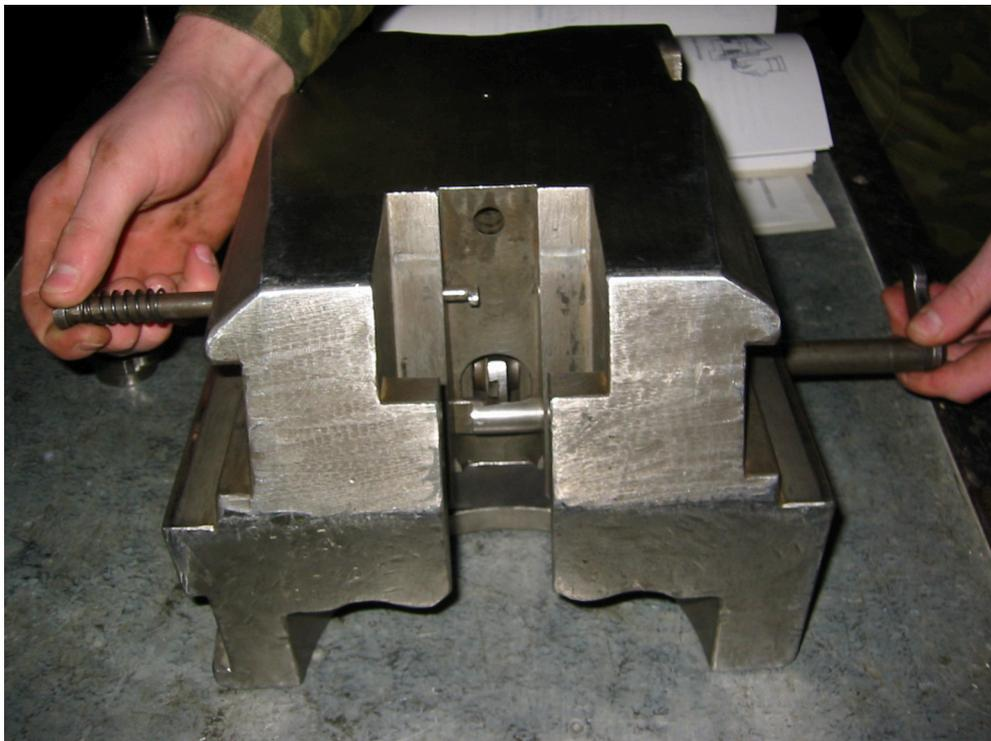

Рис. 4.2.6. Клин затвора
4. вынуть стопор взвода, пружину и кнопку (рис.4.2.6.);